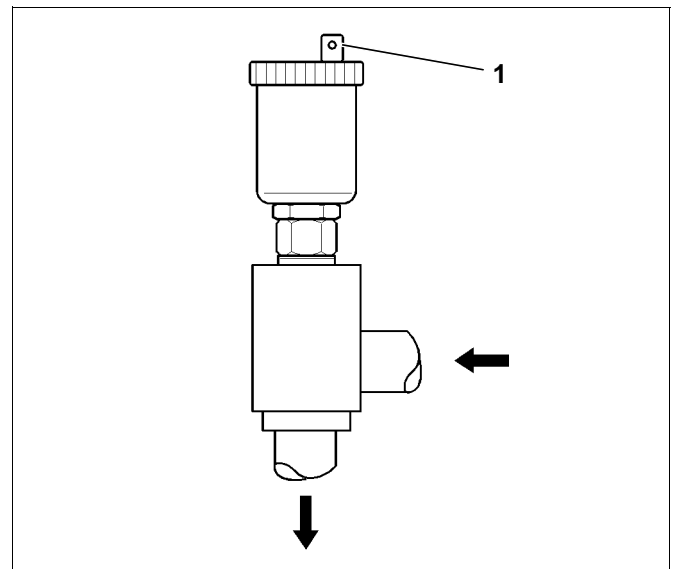

Fig. 25 Disaeratore automatico
- 1 Ultimato il procedimento di disaerazione si deve assolutamente riavvitare la vite di chiusura del disaeratore (fig. 25, **pos. 1**).